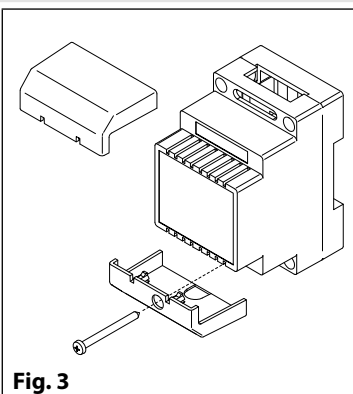

Fig. 3
1. Rimuovere i coperchi copri-morsetti svitando le relative viti e tirandoli verso l'alto (**Fig. 3**);